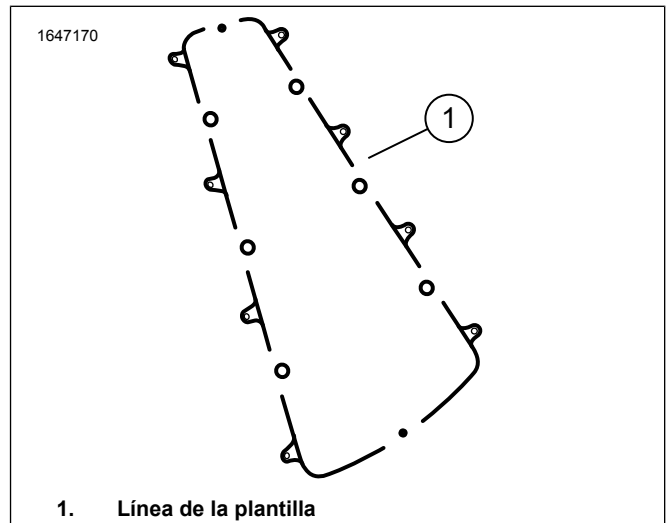

Figura 9. Esquema de la plantilla
- a. Enmascare toda el área de la plantilla de perforación (2) en la alforja derecha (1) con cinta adhesiva.
- b. Plantilla de perforación (2).
- c. Asegure todo el perímetro de la plantilla de perforación (2) con cinta.
- d. Instale tornillos roscantes (3) para mantener presionada la plantilla de perforación (2).
2. Consulte la Figura 9. Con la ayuda de un marcador, trace el contorno de la plantilla de perforación (1) en la cinta adhesiva de la alforja.
- e. Consulte la Figura 9. Con la plantilla de perforación todavía en su lugar y mediante una sierra apropiada, corte a lo largo de la parte exterior del contorno de la plantilla (1).
- f. Retire los tornillos roscantes (3), la plantilla de perforación y la cinta de la alforja.
- g. **Orificio de arandela aislante:** Perfore el orificio de la arandela aislante de 3/4 de pulgada (5) donde se retiró el tornillo roscante (3).